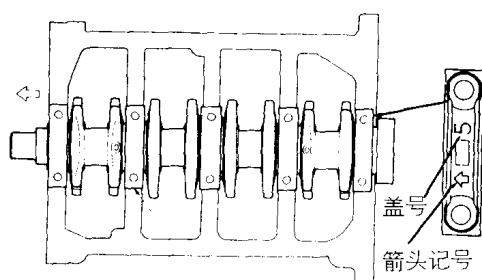

图 2-113 安装主轴承盖
(3) 安装主轴承盖时，使箭头记号朝向正时齿带侧，然后安装轴承盖，如图 2-113 所示。